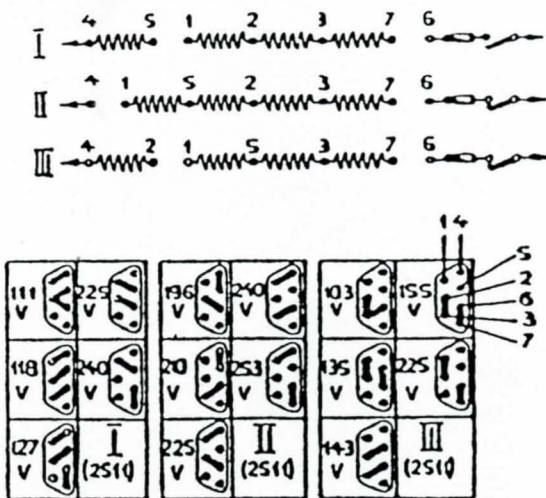

Fig. 3
De apparaten, die voor verschillende netspanningen bruikbaar zijn, hebben aan de onderzijde een opening, bedekt door een plaatje. Na het afschroeven van dit plaatje ziet men het spannings-instelplaatje. De omschakeling op een andere netspanning wordt tot stand gebracht door de strippen volgens het schema aan de achterzijde van het dekpiaatje te verbinden. De schakelstanden zijn tevens aangegeven in fig. 3.
- C) Transformatoren met spoel I, II of III voor de in fig. 3 aangegeven spanningen; deze zijn alle bestemd voor netten van 40-100 perioden.